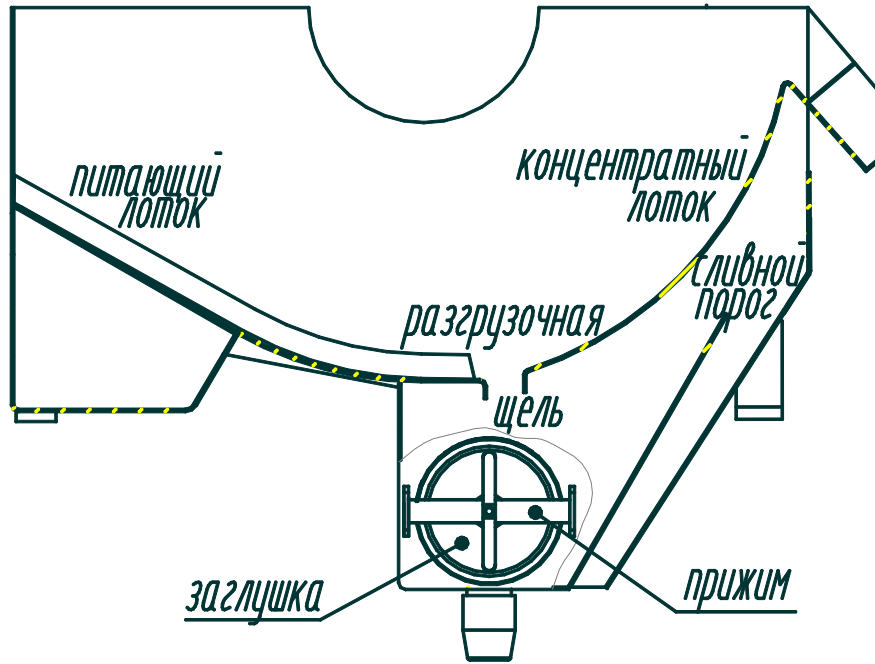

Рис.4. Ванна
4.1.4 Ванна (см. рис. 4 и 5) представляет собой сварной короб из немагнитной стали. Дно ванны образовано двумя лотками питающим и разгрузочным (концентратным), образующими под барабаном разгрузочную щель.
4.2.5. Немагнитные частицы проваливаются через разгрузочную щель (см. рис. 4,5) на дне ванны в хвостовую полость, где крупная, тяжелая фракция оседает на дно полости и разгружается через отверстия насадок. Мелкая, легкая фракция немагнитного продукта (слив) вместе с водой переливается через сливной порог и по сливному карману выливается из ванны.